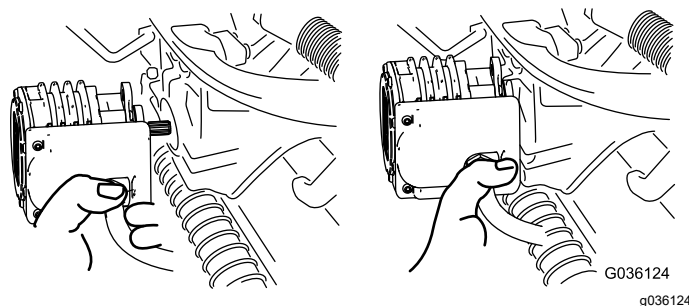

Figure 66
4. Amenez le moteur à la position de rangement sur l'avant du bras de suspension (Figure 66).